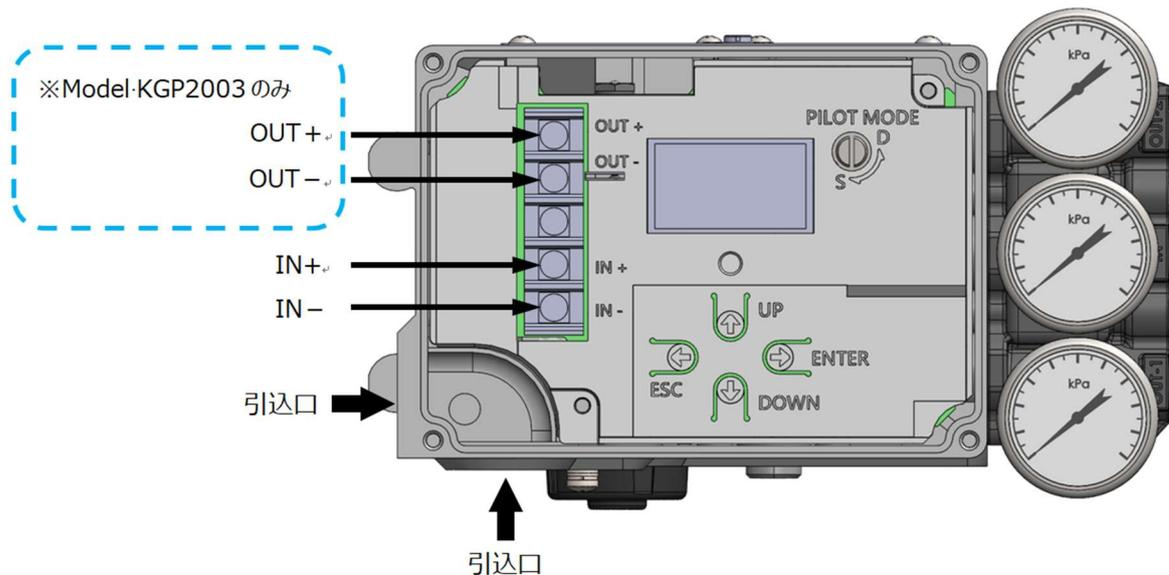

図 2.6a 引込口と接続端子部
5. 図 2.6a, b に示すように、本器の内部と外部に接続端子部があります。設置環境や適用する法令に従って配線を行ってください。